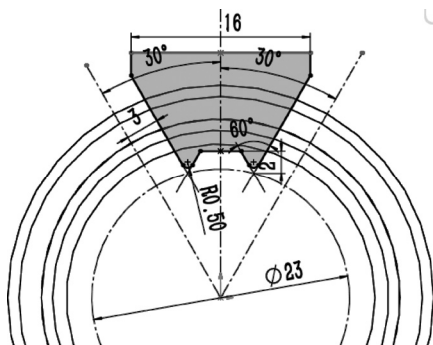

图 8-17 切削截面的最终效果
**08** 添加“相切”几何关系。单击“显示/删除几何关系”下拉列表中的“添加几何关系”按钮, 为键槽空刀截面 0.5mm 的圆角和直径为 23mm 的构造圆添加“相切”几何关系, 切削截面的最终效果如图 8-17 所示。